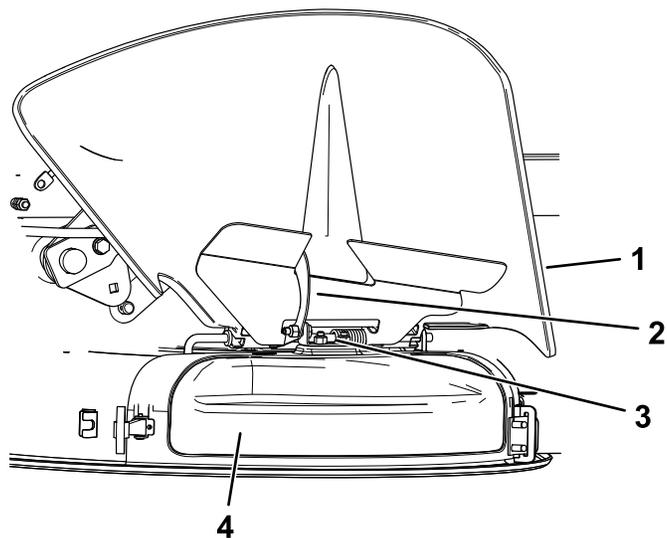

Figura 16
- Suelte el cierre en forma de gancho situado encima de la tapa de descarga de la varilla (Figura 16).
- En la parte superior de la tapa de descarga, enganche el cierre en forma de gancho alrededor de la varilla del deflector (Figura 16).